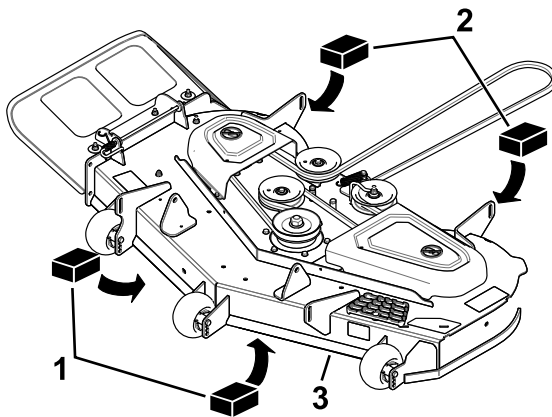

Bild 73
3. Legen Sie zwei 6,6 cm dicke Blöcke an jeder Seite unter die vordere Kante des Mähwerks, jedoch nicht unter die Halterungen der Antiskalpierrollen (Bild 73).
4. Legen Sie zwei 7,3 cm dicke Blöcke unter die hintere Kante des Mähwerks, einen an jeder Seite des Mähwerks (Bild 73).